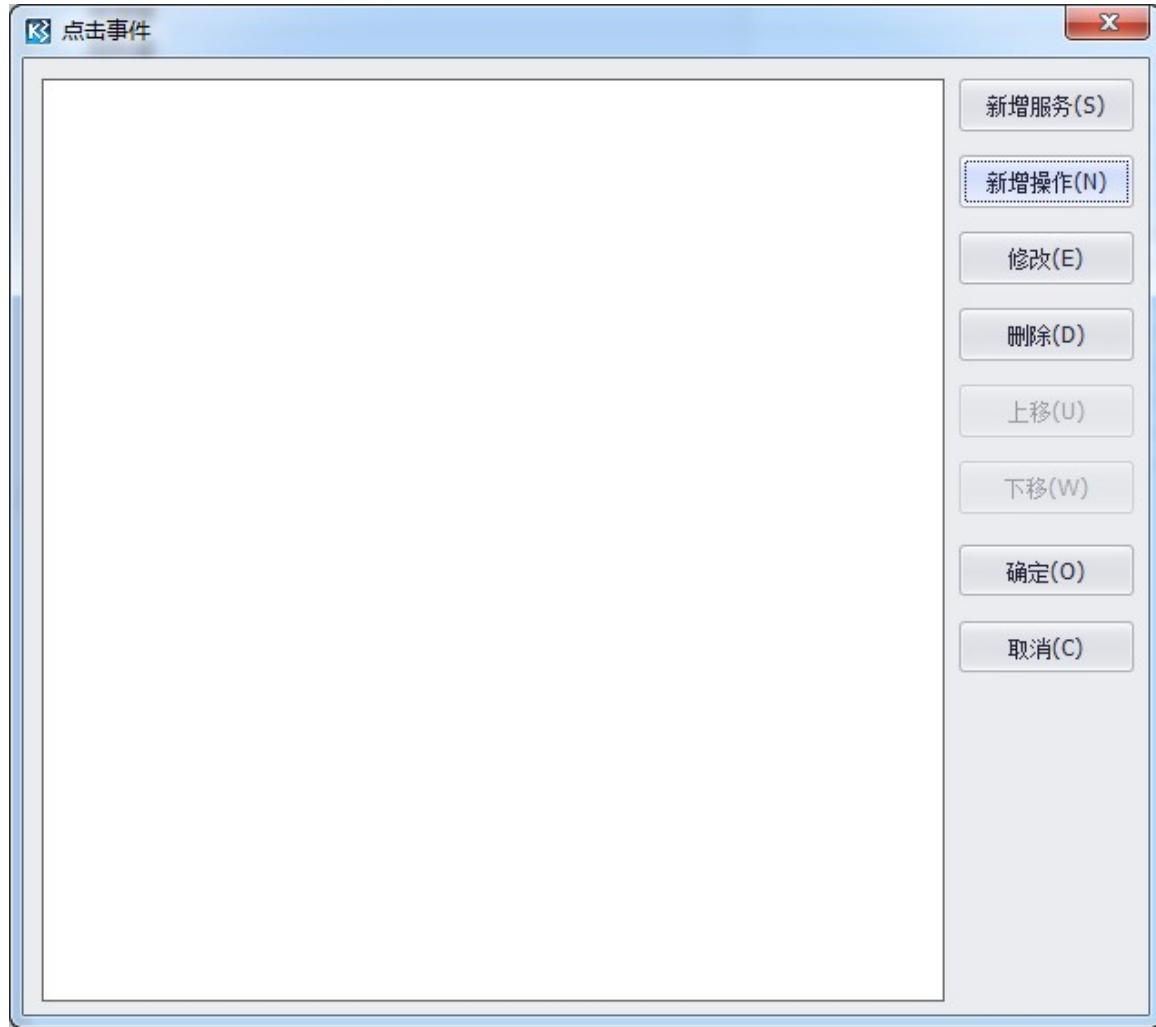
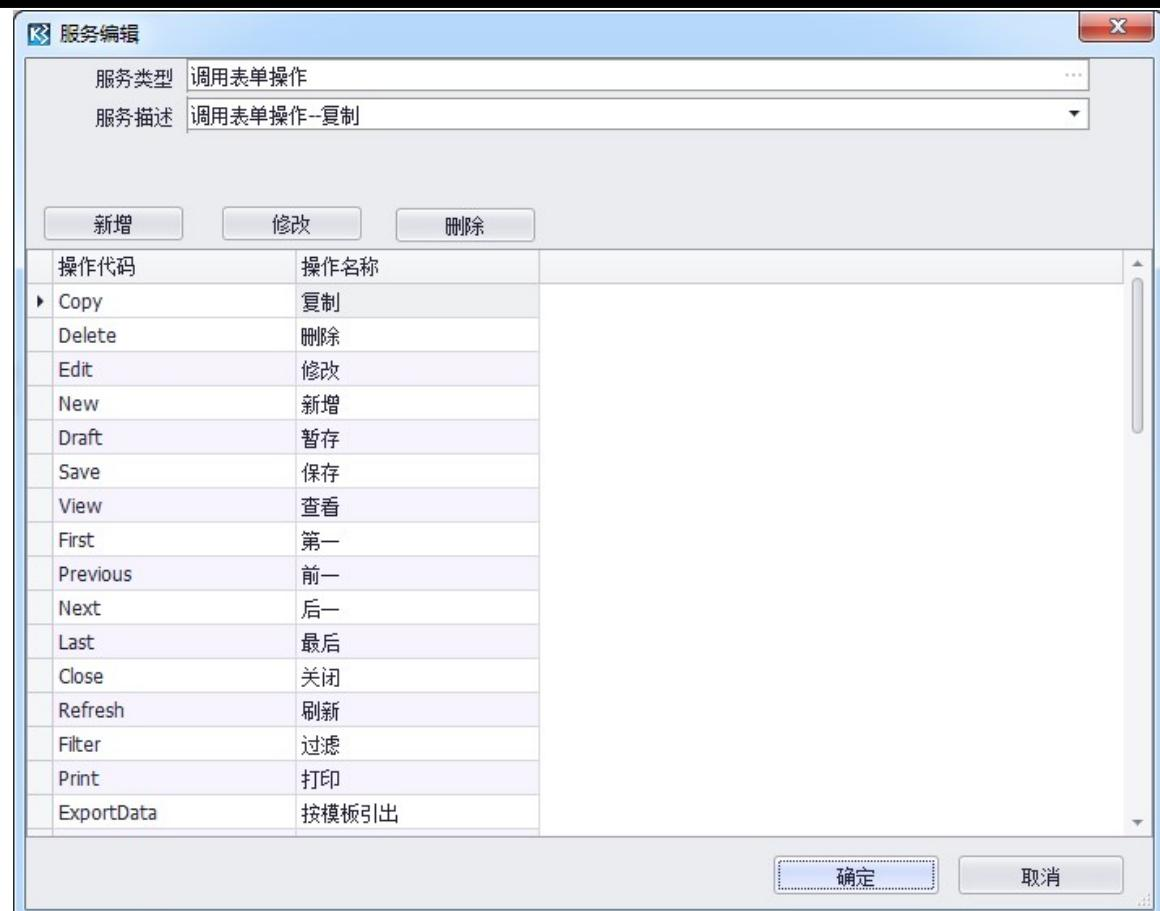
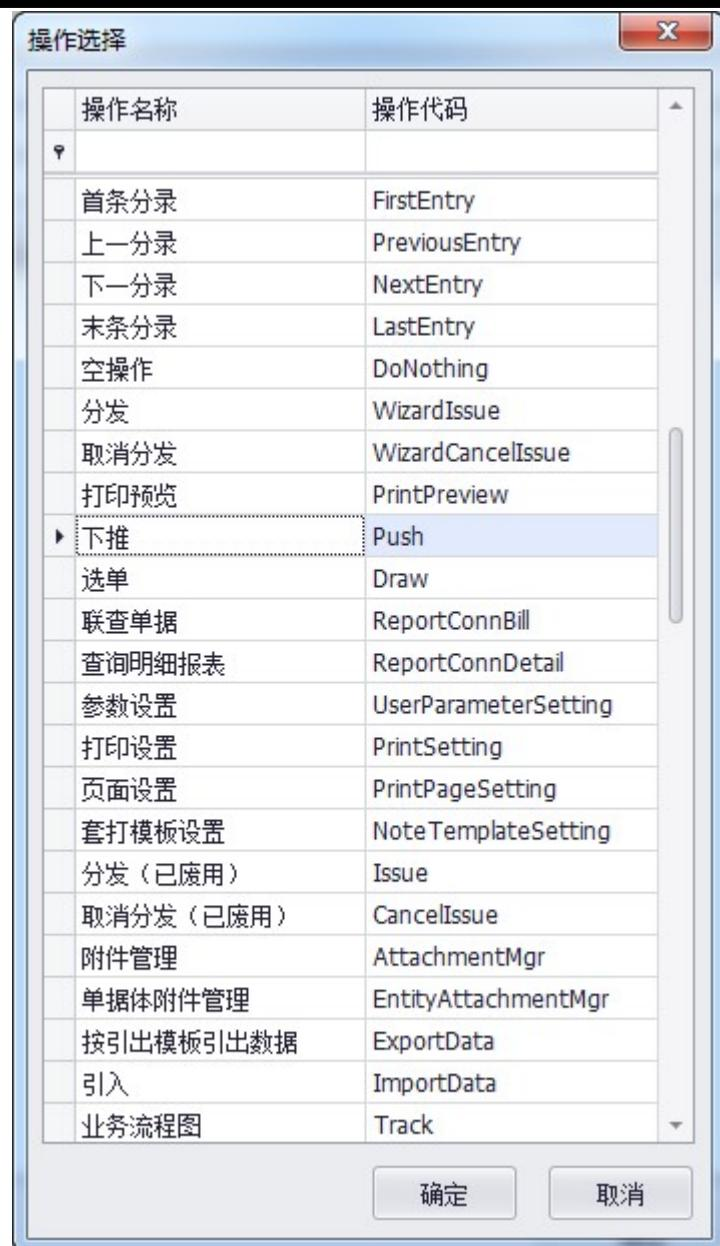
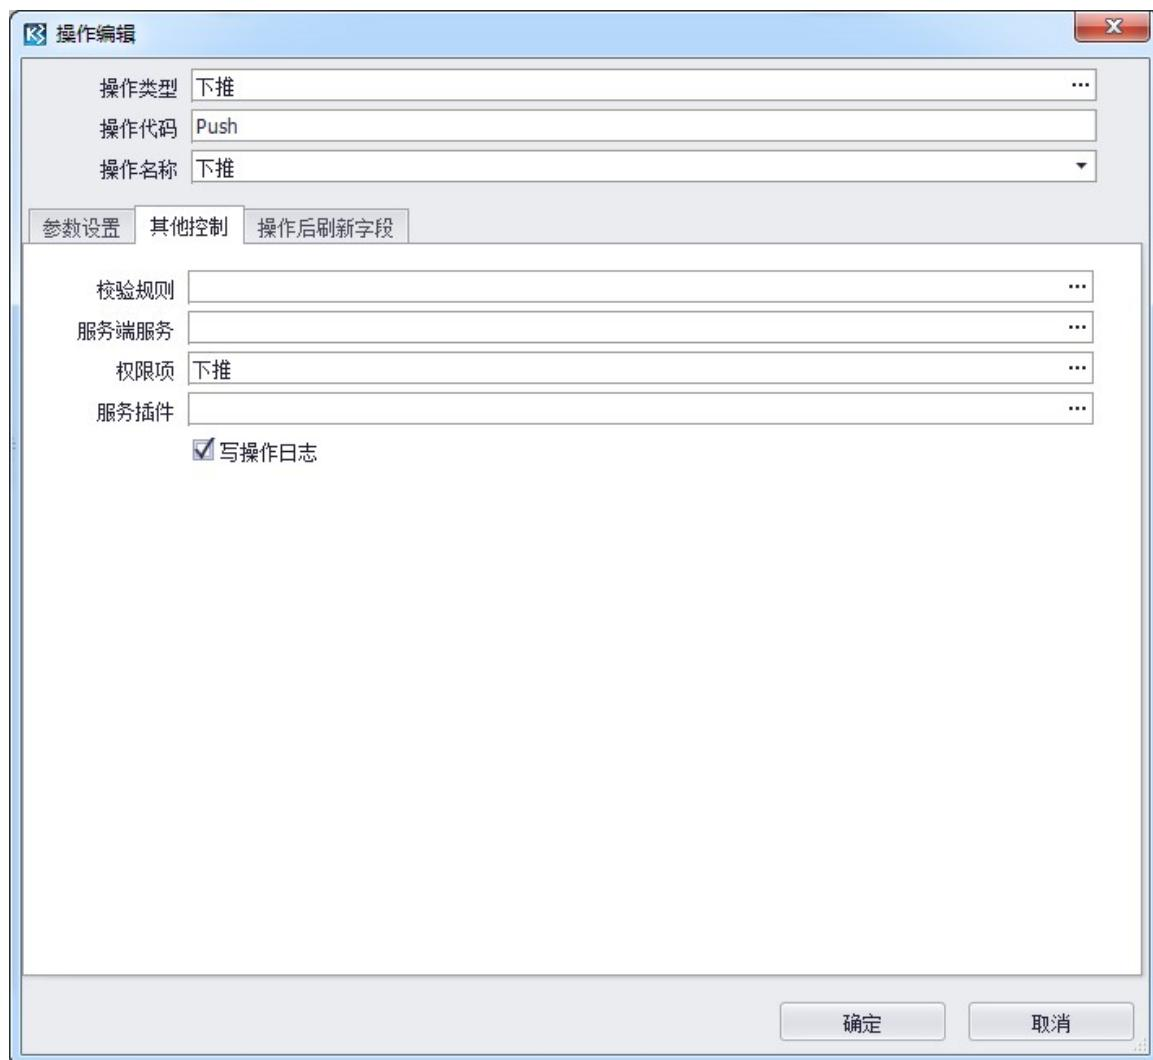

图 5-3-2 点击事件界面
图 5-3-3 服务编辑界面
图 5-3-4 操作选择界面
图 5-3-5 操作编辑界面
1、单据的工具栏菜单是在单据的【菜单集合】属性中配置，打开采购订单在属性栏点击【菜单集合】，进入菜单编辑界面，如图 5-3-1 和图 5-3-2 所示，左侧看到的是当前单据对应的操作功能，是继承自基对象模板中缺省的操作，包括新增、保存、复制、提交、审核等，可以在此基础上增加新的菜单，也可以修改原有菜单的信息，右侧是菜单属性，信息描述参见表 5-3-1。
区域内，对按钮的属性进行编辑，修改标题和描述为“下推”，序号改为“5”把按钮位置调整到审核之后，点击点击事件属性，弹出点击事件界面，点击新增操作按钮，弹出服务编辑界面，点击新增，弹出操作编辑界面，点击操作类型，弹出操作选择界面，在列表中选择“下推”操作，依次点击确定，回到操作编辑界面，操作编辑界面有以下三个页签，我们设置下推操作的权限项为“下推”，依次点击确定按钮，回到操作编辑界面。如图 5-3-2、图 5-3-3、图 5-3-4、图 5-3-5 所示。勾选是否显示标题复选框，退出菜单编辑界面，即完成单据工具栏菜单添加下推的配置。